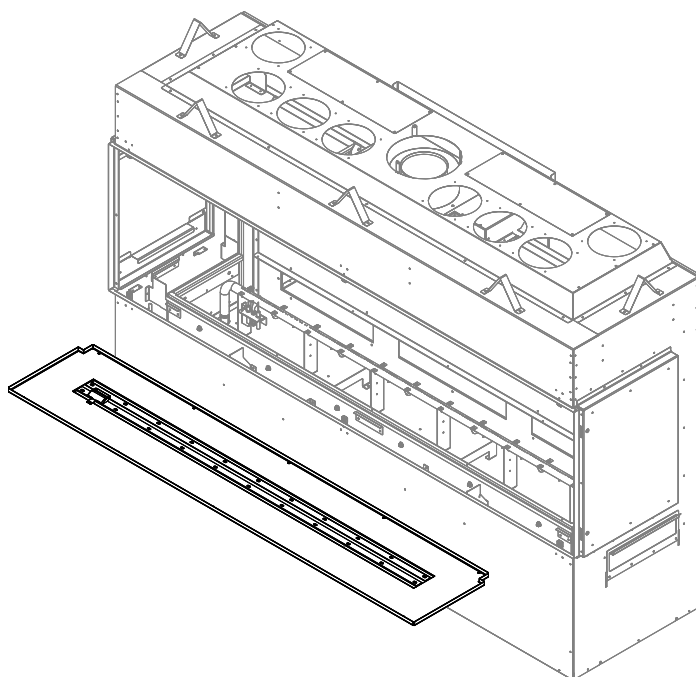

Figure 7.19 - Retrait du plateau à braises du brûleur et du tube de brûleur
4. Retirez toutes les vis à métal autour du périmètre du plateau à braises du brûleur et toutes les vis à métal le long du centre du tube de brûleur. Retirez du foyer le plateau à braises du brûleur et le tube de brûleur. Figure 7.19.